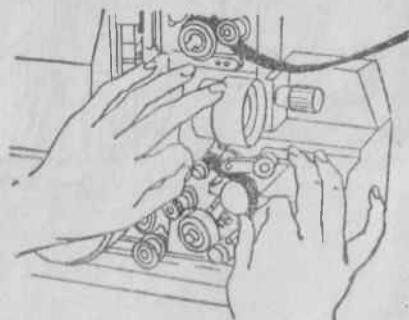

Рис. 20. Укладывание фильма на звуковой барабан
8.1.7. Сделав свободную петлю под фильмовым каналом, накройте фильм на поддерживающий ролик. Затем, взяв фильм пальцами обеих рук на расстоянии 5—6 кадров, согните его в дугу и введите между звуковым барабаном и прижимным роликом. Для этого нужно предварительно приподнять прижимный ролик, нажав пальцем на его держатель, как показано на рис. 20. После